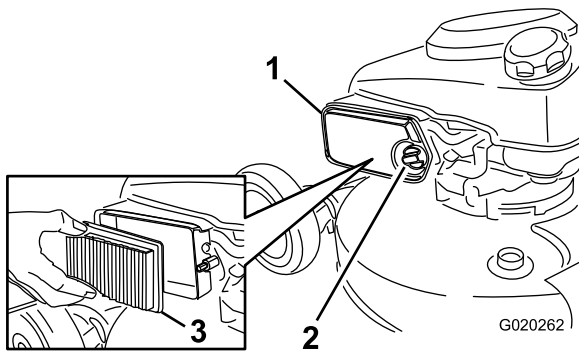

Bild 36
1. Schrauben Sie das Handrad ab und öffnen die Abdeckung (Bild 36).
2. Tauschen Sie den Luftfiltereinsatz aus (Bild 36).